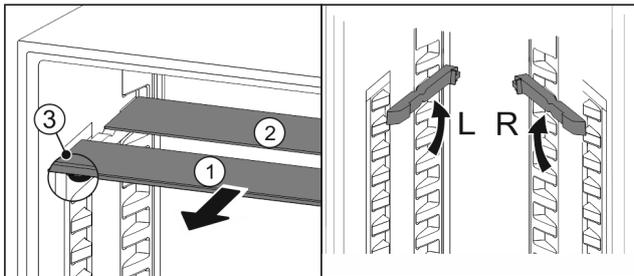

Fig. 50
- ▶ Glasplatten einzeln nach vorne herausziehen Fig. 50 (1).
- ▷ Glasplatte Fig. 50 (1) mit Zierleiste liegt vorne.
- ▷ Stopps Fig. 50 (3) zeigen nach unten.